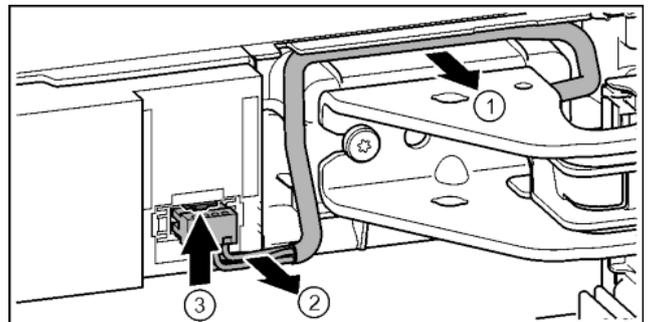

Fig. 20
► Kabel über Lagerbock vorsichtig aus der Führung lösen. Fig. 20 (1)
► Kabellitzen vorsichtig aus Kanal ziehen. Fig. 20 (2)
► Lasche nach oben drücken und Stecker vorsichtig herausziehen. Fig. 20 (3)